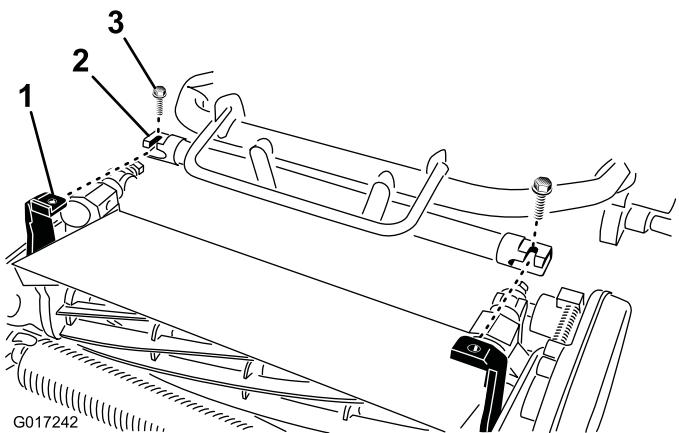

Figura 5
- Manobre a estrutura da unidade de tracção (Figura 5) para a frente até engatar nos braços articulados da unidade de corte.
- Fixe a estrutura da unidade de tracção aos braços articulados da unidade de corte com 2 parafusos 3/8 x 3/4 pol. (Figura 5)